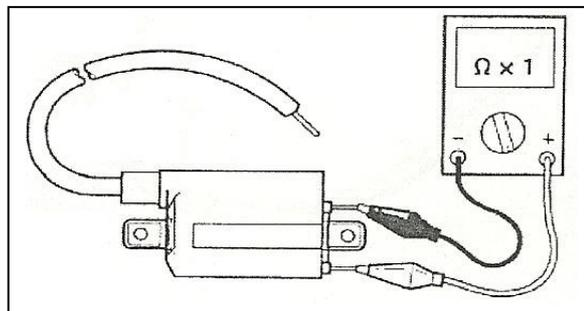

Figura 36 – Bobina.
- ✓ Conecte o multímetro à bobina de ignição como indicado na figura 36.